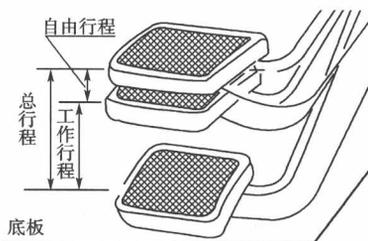

图 1-11 行程关系示意图
(4) 离合器踏板各行程之间的关系: 离合器踏板总行程 = 自由行程 + 工作行程, 如图 1-11 所示。